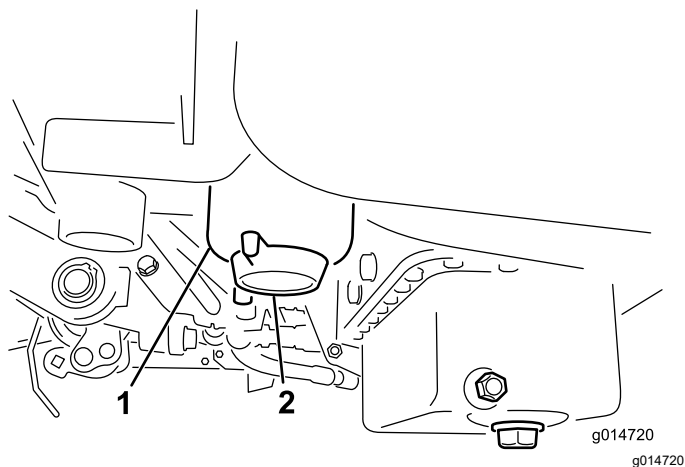

図 33
2. フィルタ容器 (図 33) の周辺をウェスできれいにぬぐう。
4. フィルタのドレンプラグを開く 図 33。